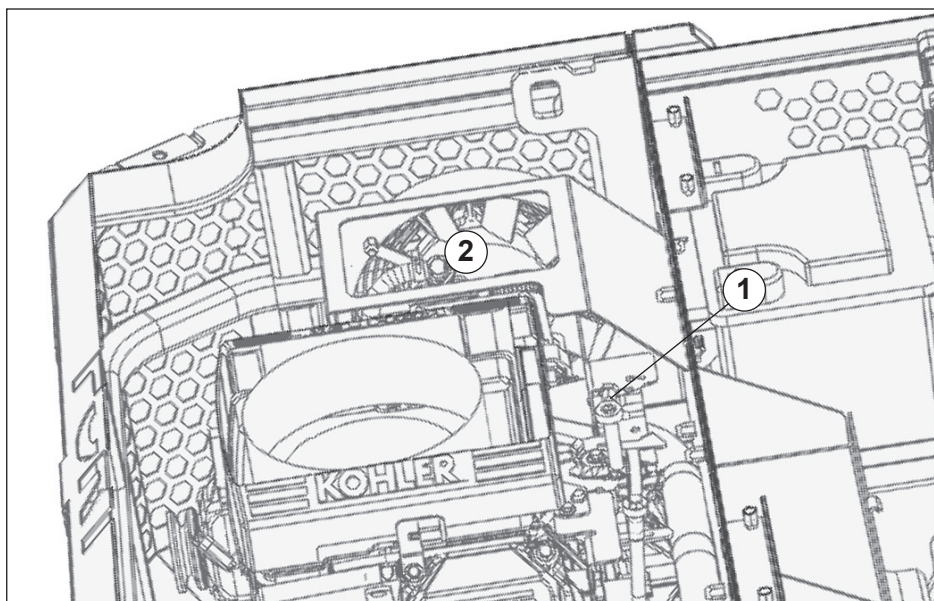

Abb. 20
- 5) Wenn der Ölstand zu niedrig ist, schrauben Sie den Deckel (Pos. 2 Abb. 20) unter der Abdeckung ab und füllen Sie spezielles Öl nach. Nicht überfüllen. Warten Sie nach dem Nachfüllen eine Minute, bevor Sie den Ölstand erneut überprüfen.